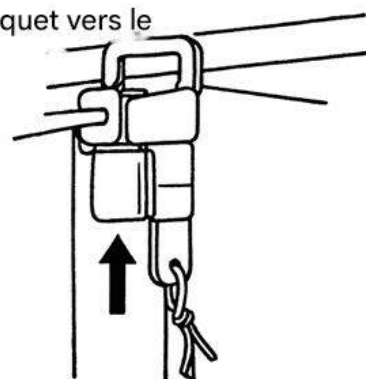

Figure 7
a. Déplacez les plaques convergentes sur les bras transversaux vers les prises convergentes sur le support principal (Figure 7).